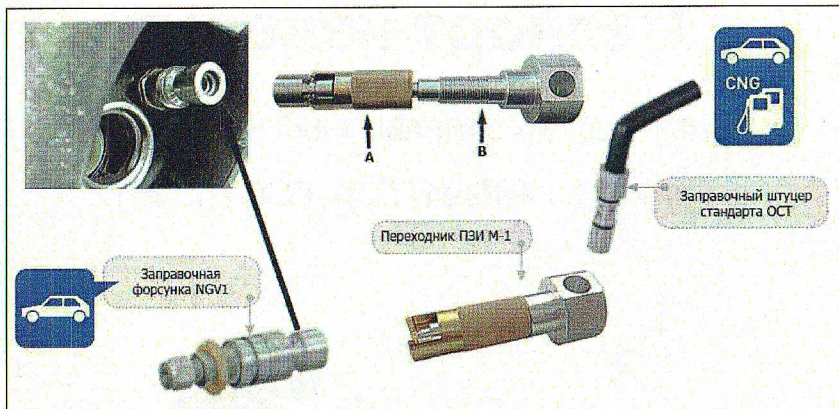

Рисунок 1 – Принцип использования Изделия
- выкрутить корпус Изделия (рисунок 1, стрела В);
- установить захват (рисунок 1, стрела А) на заправочную форсунку автомобиля;